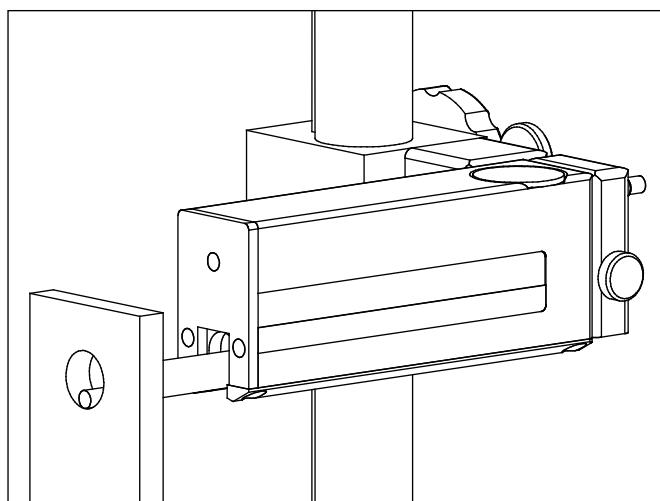

Fig. 8
- En el caso de diámetros muy pequeños puede que sea necesario retirar la protección del palpador (1) y desactivar la elevación del palpador (véase fig. 8).